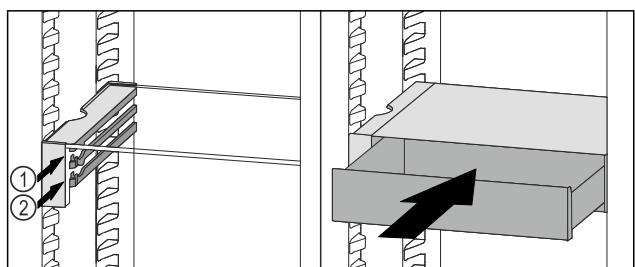

Fig. 91
- ▶ Stavite ladicu VarioSafe ukoso iza zaustavljača na željeni žlijeb Fig. 91 (1) ili Fig. 91 (2).